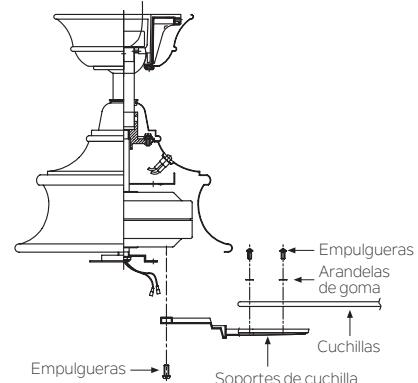

Fig. 16
**Paso 1.** Fije una cuchilla a un soporte de cuchilla con los tornillos y arandelas de goma provistos. (Fig.16)
**Paso 2.** Conecte cada conjunto de cuchillas al motor utilizando los tornillos de montaje "preinstalados" en el soporte de la cuchilla. (Fig. 16)